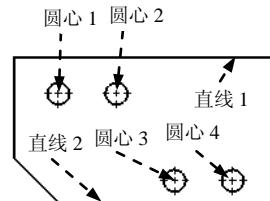

图 9.5.11 选取标注对象
Step3. 定义尺寸放置位置。在系统 **选择一个边线/顶点后再选择尺寸文字标注的位置** 的提示下，选取图 9.5.11 所示的直线 1，再选择合适的位置单击以放置第一个尺寸。
Step4. 依次选取图 9.5.11 所示的圆心 2、圆心 4 和直线 2。